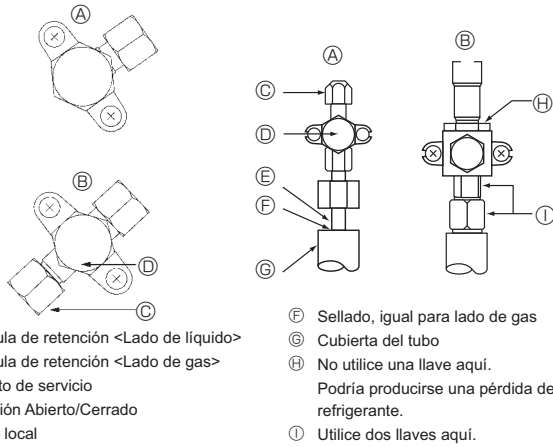

Fig. 4-5
4.4. Prueba de fuga de gas del tubo de refrigerante (Fig. 4-5)